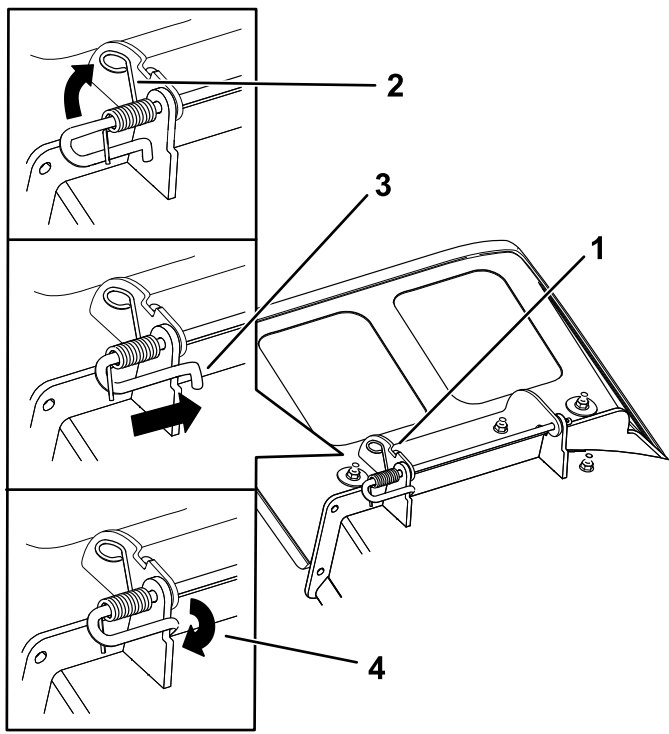

Рисунок 78
4. Установите новый отражатель выброса так, чтобы концы кронштейнов находились между приварными кронштейнами на деке, как показано на Рисунок 78.
6. Расположите пружину на стержне так, как показано на Рисунок 78, чтобы более короткий конец пружины выходил из-под стержня перед его изгибом и проходил над стержнем в месте выхода из изгиба.
7. Поднимите конец пружины, имеющий петлю, и поместите его в выемку на кронштейне отражателя (Рисунок 78).
8. Закрепите узел стержня и пружины, закрутив его таким образом, чтобы короткий конец стержня находился за передним кронштейном, приваренным к деке (Рисунок 78).